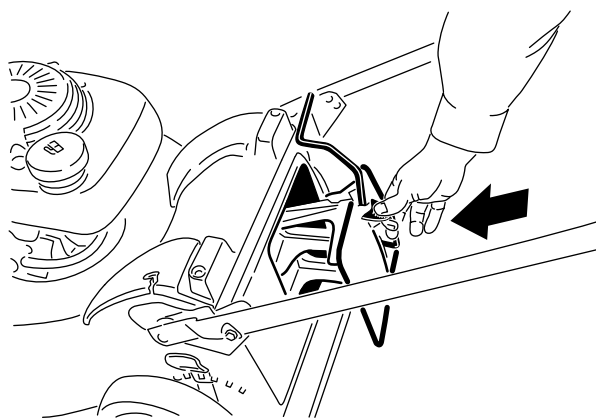

Figura 14
2. Apriete el botón de la palanca con el dedo pulgar e introduzca el tapón de mulching totalmente en el hueco (Figura 14).
1. Introduzca el tapón de mulching en el cortacésped, si no está instalado ya (Figura 14).